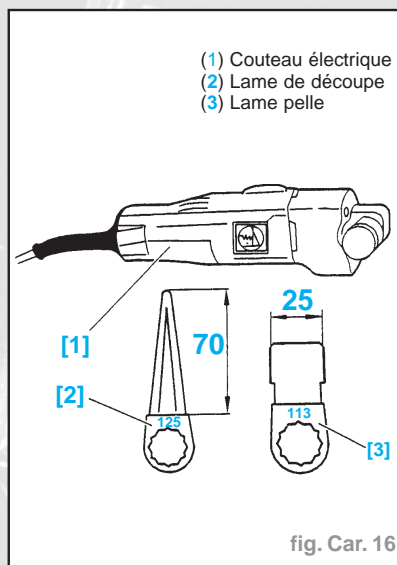

fig. Car. 16
**Outils préconisés** (fig. Car. 16).
- Équiper le couteau électrique (1) de la lame (2) (fig. Car. 16).
- Équiper le couteau électrique de la lame (3).